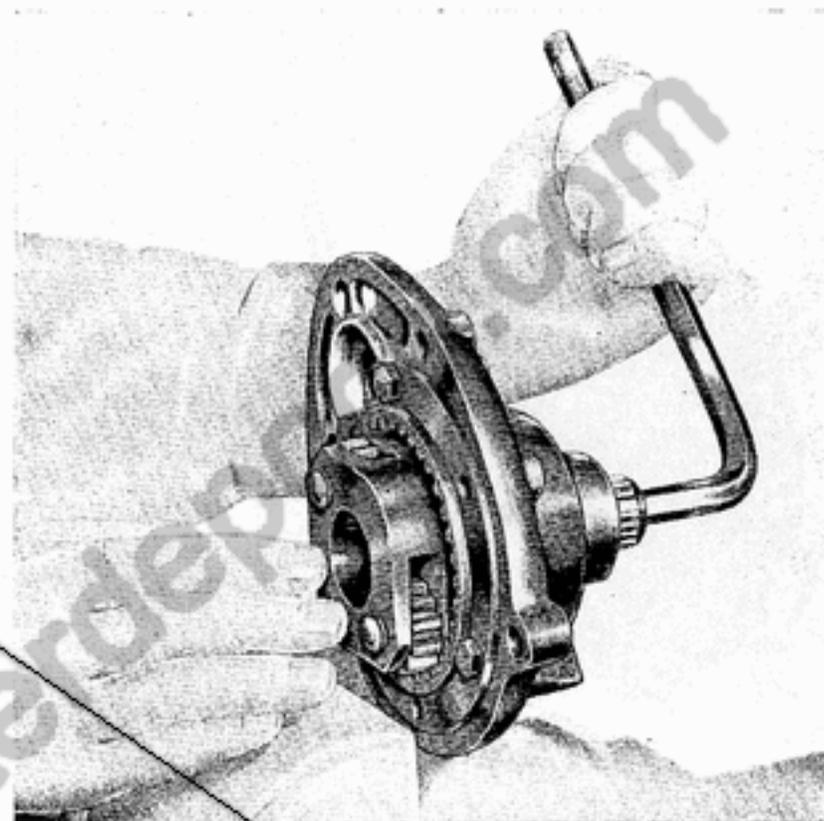

Fig. 29
- Op. 2) Ruotare l'albero porta satelliti di un giro prima di effettuare l'ingranamento dei satelliti con la corona dentata. (Chiave per dadi a testa cava esagonale mm 10) (fig. 29).